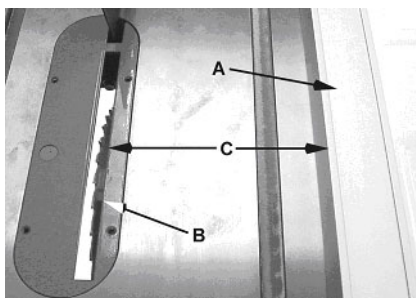

Рисунок 29
Параллельный упор (A, Рис. 29) должен быть установлен по ширине распила (C, Рис. 29), используя шкалу передней планки или измерив расстояние между пильным диском (B) и упором (A). Располагайтесь за линией пильного диска во избежание отброса опилок или щепок от вращающейся пилы, или опасности обратной отдачи.